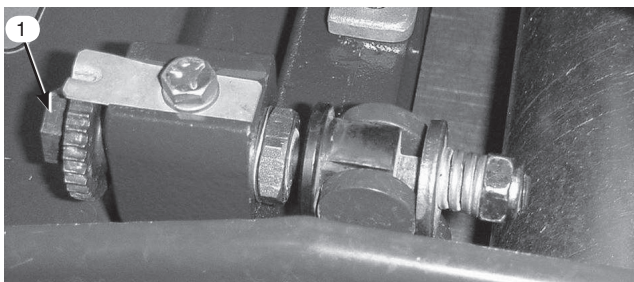
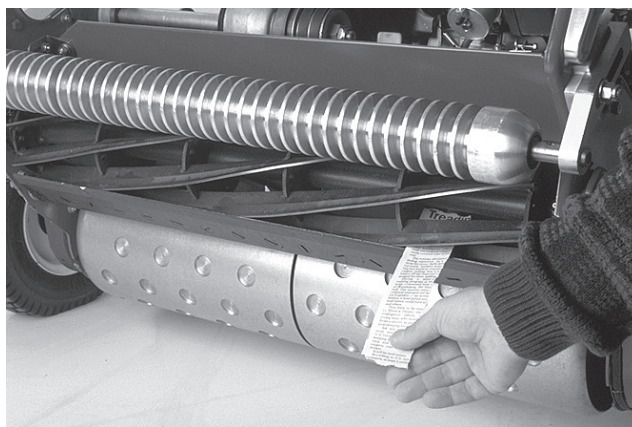

図11
図12
4. リール前面の左右いずれかの端を選び、リールと下刃の間に、長く切った新聞紙片を差し入れる (図12)。リールをゆっくり前回転させながら下刃調整ネジを締める (新聞紙を入れた側の調整ネジを、1目盛りずつゆっくりと)。新聞紙を前から (ベッドナイフの上面に平行に) 入れると軽く挟まれ、引き抜くの少し力が必要な程度に調整する (図11または11)。
6. 両側とも調整ができれば最終確認を行う：紙片をリールの前から差し込んだ時にははさむだけ、下から差し込むと切れるのが適切な調整である (図12)。リールと下刃のごくわずかの接触で紙が切れなければいけない。接触を強くしないと切れない (リール回転トルクが0.79 Nm (0.08 kgm) 以上) 場合には、鋭利な刃先を取り戻して精密なカットができるようにバックラップか研磨を行うことが必要 (Toro研磨マニュアルを参照)。